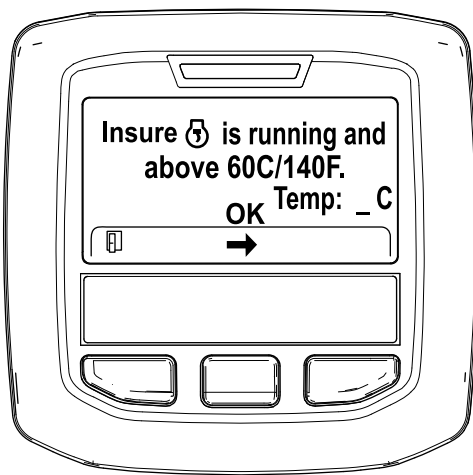

Figura 45
5. Se a temperatura do líquido de refrigeração for inferior a 60 °C, surge a mensagem "Insure  is running and above 60C/140F" (Confirme que está a trabalhar e acima de 60C/140F) (Figura 45).